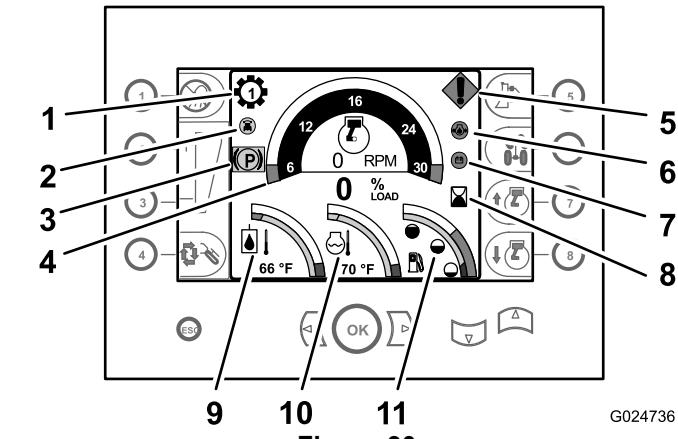
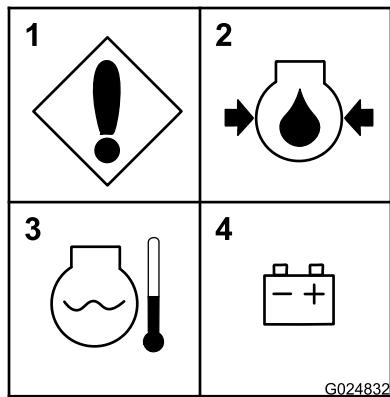

Figure 30
Figure 31
- **Indicateur de rapport** – Ce témoin indique le rapport de transmission sélectionné (rapports 1 à 4); il s'affiche au-dessus et à gauche du compte-tours (Figure 30).
- **Témoin d'inclinaison automatique 0**(kit en option) – Ce témoin s'affiche chaque fois que la fonction d'inclinaison automatique est active. Le témoin d'inclinaison automatique est situé juste en dessous et à gauche de l'indicateur de rapport (Figure 30).
- **Compte-tours** – Le compte-tours indique le régime moteur en tours par minute (tr/min). Le compte-tours s'affiche en haut de la partie centrale de l'écran du centre de commande (Figure 30).
- **Compteur horaire** – Le compteur horaire indique les heures de fonctionnement du moteur. Il s'affiche dans la partie centrale droite de l'écran du centre de commande, à droite du compte-tours (Figure 30).
- **Thermomètre de liquide hydraulique** – Cet instrument indique la température de service du liquide hydraulique et s'affiche dans la partie inférieure gauche de l'écran du centre de commande (Figure 30).
- **Thermomètre de liquide de refroidissement** – Cet instrument indique la température du liquide dans le circuit de refroidissement du moteur. Il s'affiche dans la partie centrale inférieure du combiné d'instruments (Figure 30).
- **Témoin de niveau de carburant** – Ce témoin indique le niveau de carburant restant dans le réservoir; il s'affiche dans la partie inférieure droite de l'écran du centre de commande (Figure 30).
- **Anomalie de machine ou de moteur** – Ce message s'affiche en cas d'anomalie de la machine ou du moteur. La cause de l'anomalie est indiquée dans les écrans de diagnostics du tableau de bord (Figure 30 et Figure 31).
- **Basse pression d'huile moteur** – Ce message d'avertissement s'affiche quand la pression d'huile dans le moteur est inexistante ou insuffisante (Figure 30 et Figure 31).
- **Surchauffe du moteur** – Ce message s'affiche si le moteur surchauffe (Figure 30 et Figure 31).
- **Contrôle de l'alternateur ou la batterie** – Ce message s'affiche si l'alternateur ne charge pas la batterie (Figure 30 et Figure 31).